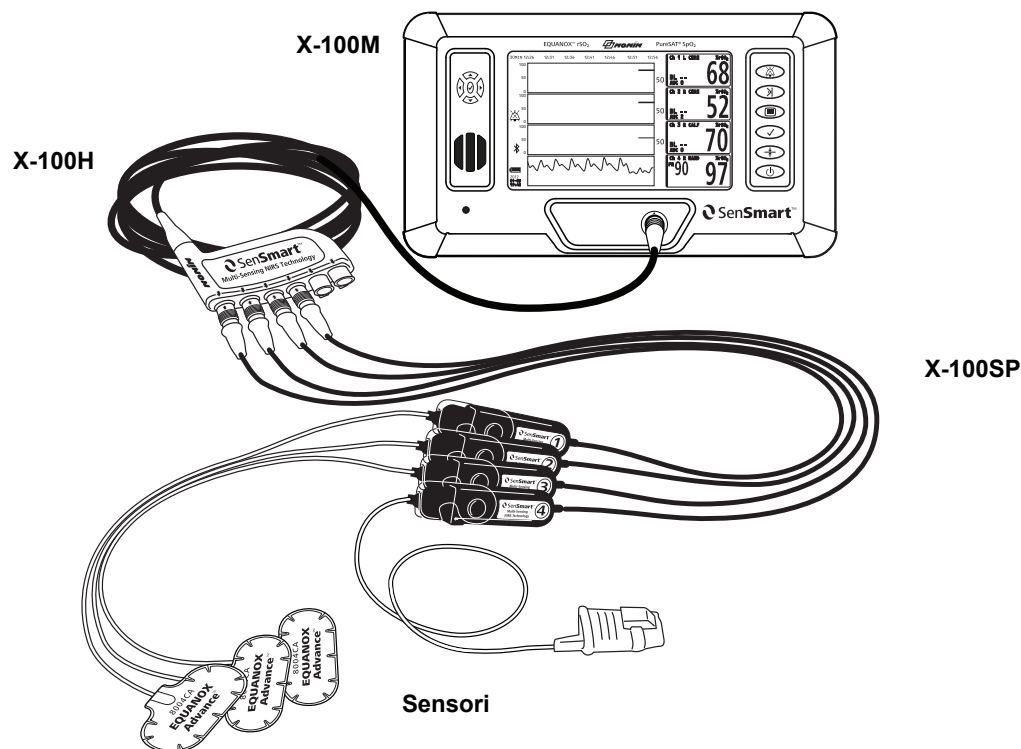

Figura 4. Configurazione del sistema (sensori per ≥ 40 kg, 4 canali collegati)
- L'esempio nella Figura 4 mostra un sistema configurato con sensori regionali per pazienti di peso pari o superiore a 40 kg. Questi sensori (8003CA, 8004CA) si collegano direttamente al processore di segnale X-100SP. Il sensore per pulsossimetria 8100S(X) si collega direttamente al processore di segnale.